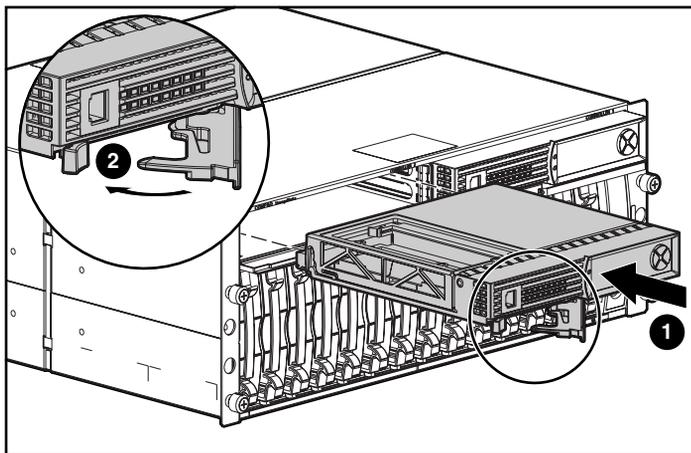

Figura 13: Instalación del Controlador de sustitución
3. Como se muestra en la Figura 13, inserte el Controlador de sustitución en el chasis **1**.